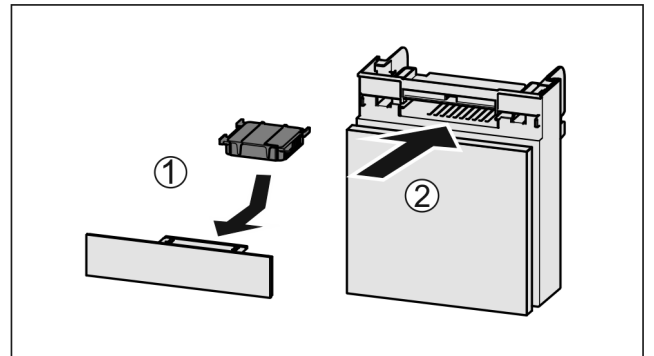

Fig. 66
- Insérer le filtre à charbon actif d'après le schéma Fig. 66 (1).
- Insérer le compartiment Fig. 66 (2).